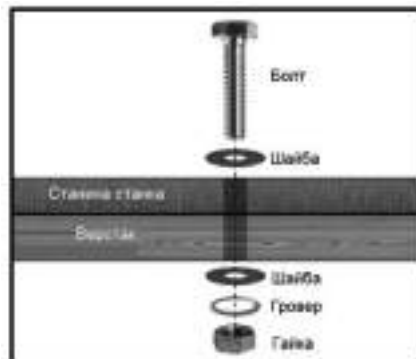
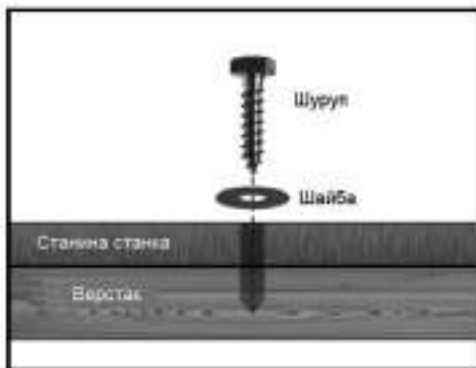

Рис. 5
Рис. 6
6. Закрепите станок на верстаке, используя четыре отверстия в основании станка. Крепить станок необходимо через сквозное отверстие в верстаке с помощью болтового соединения (рис. 5) или через глухое отверстие в верстаке с помощью шурупов (рис. 6).